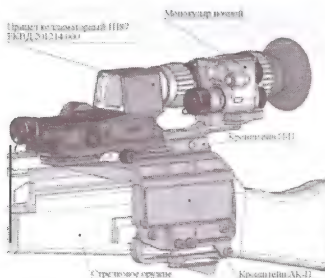

Рис.8 Прицел в комплекте с кронштейнами и монокуляром ночным
2.3.4.2 Использование прицела в комплекте с монокуляром ночным и кронштейном П-П, установленными на кронштейне АК-П, (рис.8): установить кронштейн АК-П на оружие, как указано в п. 2.3.3;